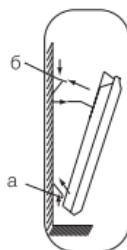

Рис. 6
- закрепить прибор на кронштейне необходимым следующим образом (рис. 6):
- наденьте на кронштейн нижнюю часть конвектора при помощи специальных отверстий, расположенных в нижней части конвектора (рис. 6, а);
- наденьте верхнюю часть конвектора на кронштейн, зафиксировав его при помощи защелок на кронштейне (рис. 6, б);